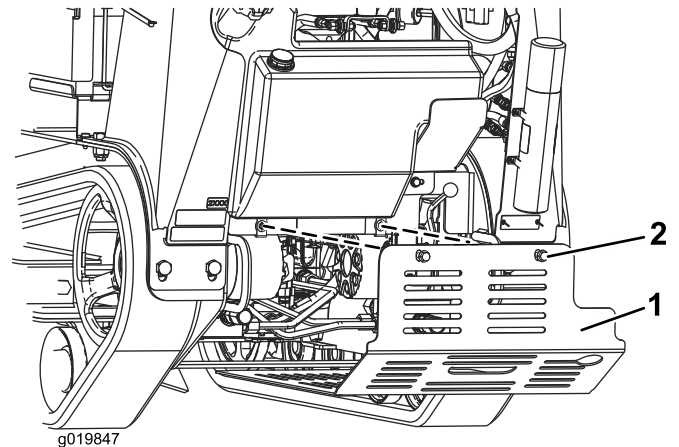

Figure 25
2. Desserrez l'un après l'autre les deux boulons qui fixent le panneau de protection inférieur jusqu'à ce qu'il se détache (Figure 25).
2. Glissez le panneau de protection inférieur dans la machine (Figure 25).